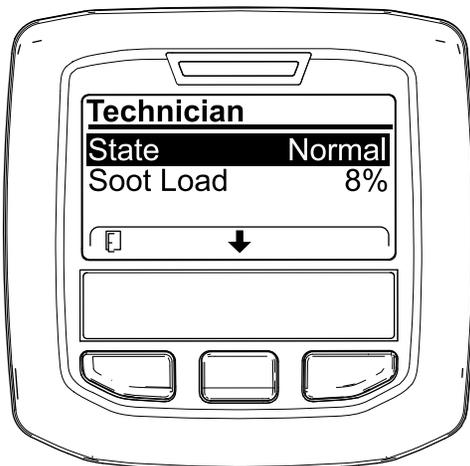

Рисунок 62
- Используйте рабочую таблицу по фильтру DPF, чтобы понять текущее состояние работы DPF (Рисунок 62).